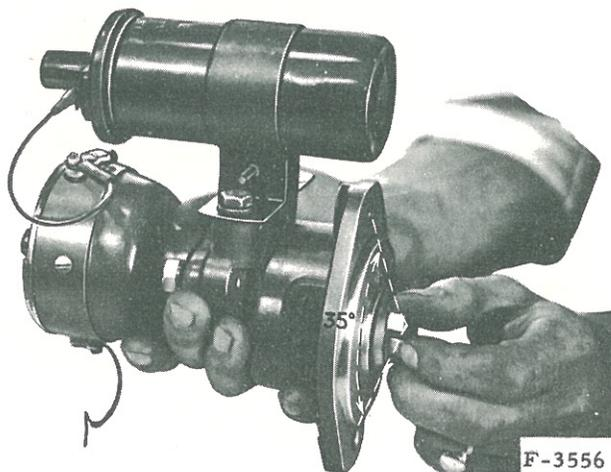

Figure 40 - Réglage du rotor du distributeur et des tenons de l'arbre d'entraînement en vue du calage du distributeur
1. Le distributeur dans une main, faites tourner avec les doigts de l'autre main les tenons d'entraînement dans le sens des aiguilles d'une montre jusqu'à ce que le doigt du rotor soit approximativement à la position d'allumage du cylindre N° 1. Voyez figure 40. Puis continuez à tourner lentement jusqu'à ce qu'une légère résistance se fasse sentir.